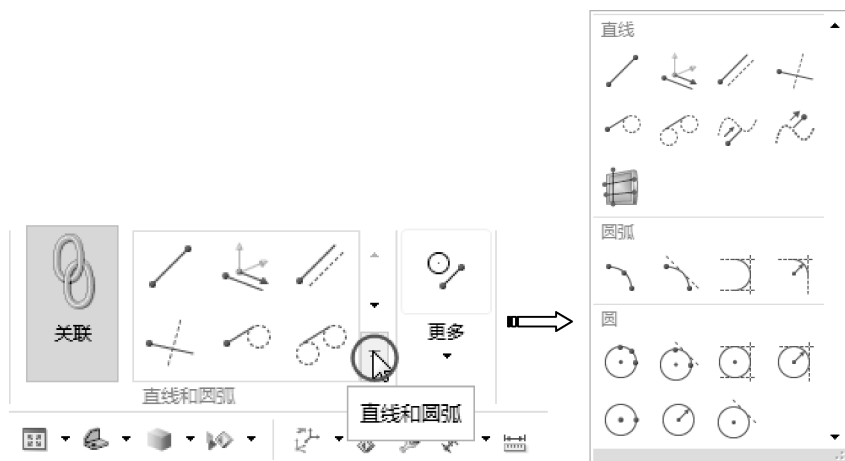

图 5-4 直线和圆弧工具组
- 【直线和圆弧】组：【直线和圆弧】组是一个直线和圆弧创建功能很齐全的组，如图 5-4 所示。